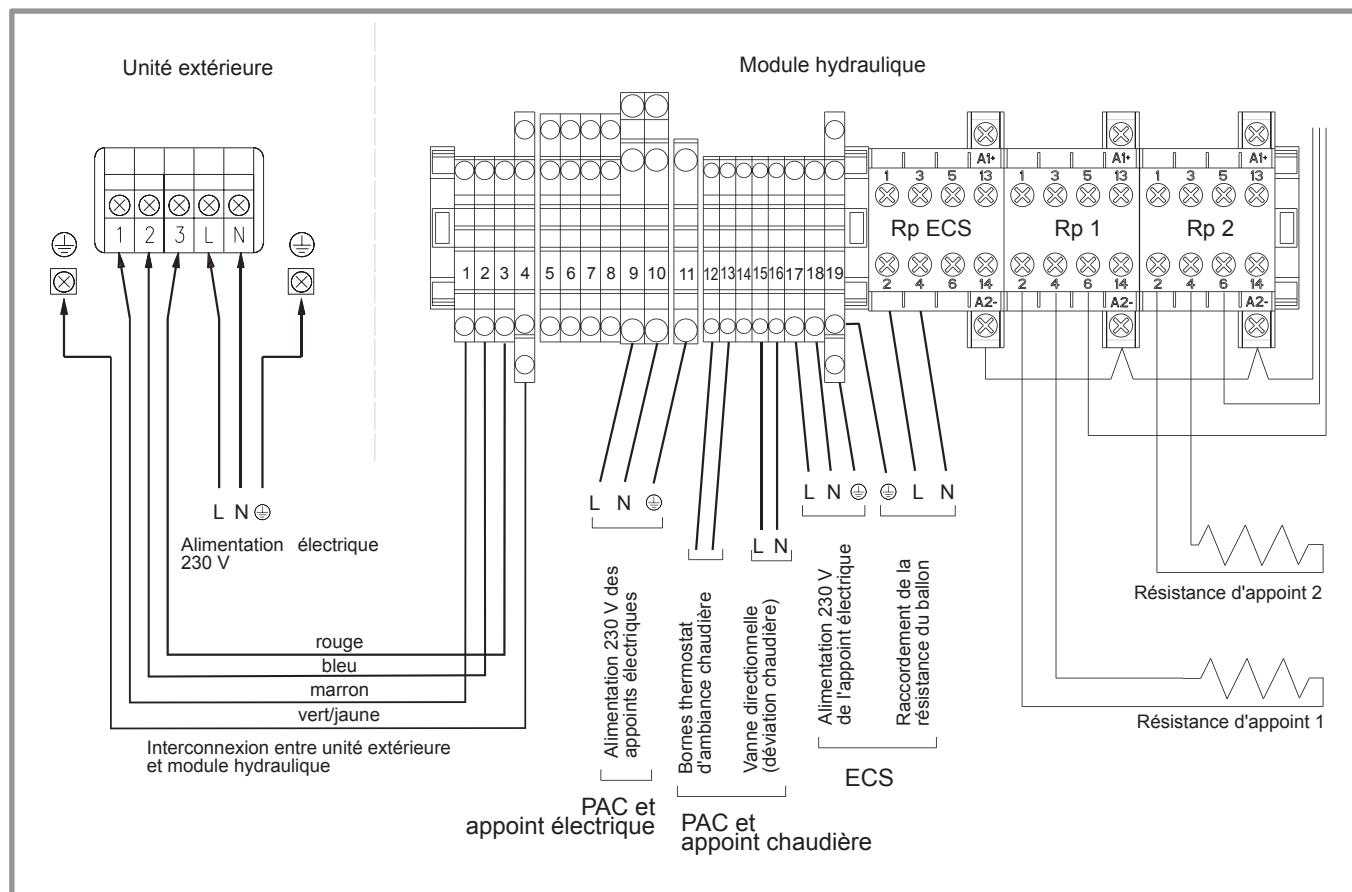

figure 37 - Raccordement aux borniers et relais de puissance
- Effectuer les raccordements suivant le schéma (figure 37, page 28)